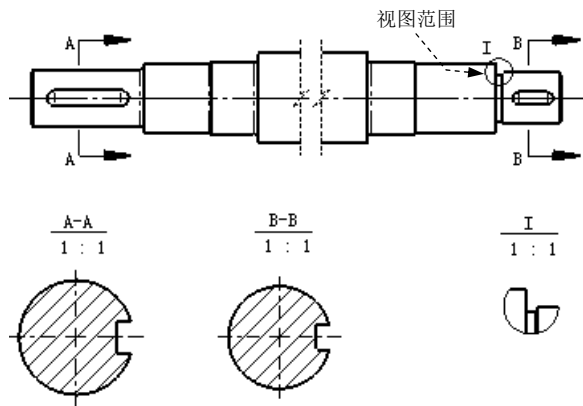

图 6.14.12 创建局部视图
Task8. 添加图 6.14.12 所示的局部视图
Step2. 定义视图范围。绘制图 6.14.12 所示的圆作为视图范围。